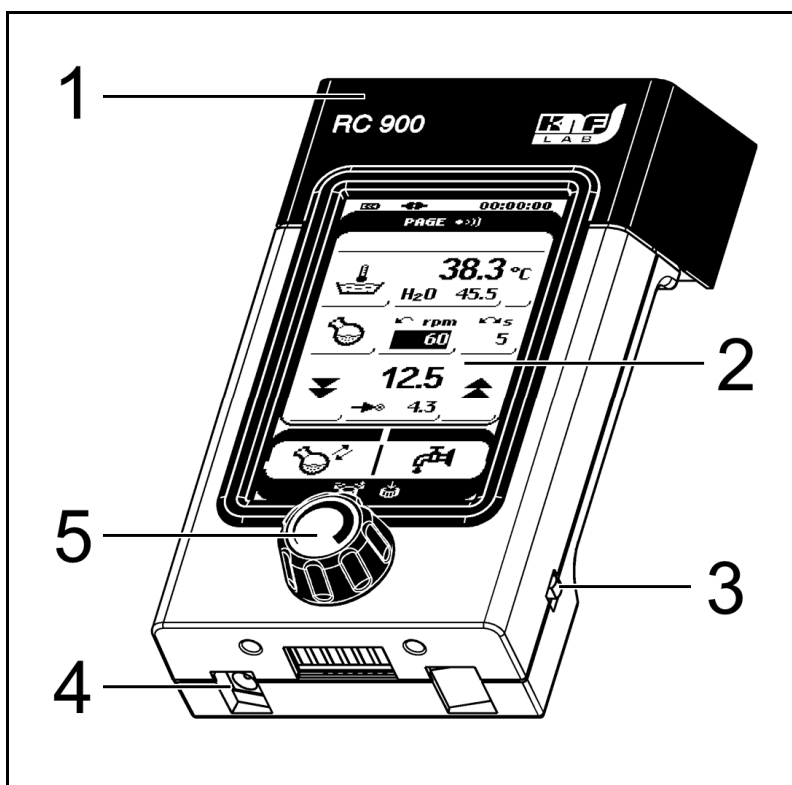

Fig. 2: Controllore remoto RC 900
Le impostazioni possono essere effettuate tramite il touch screen (Fig. 2/2) e il pulsante (5).